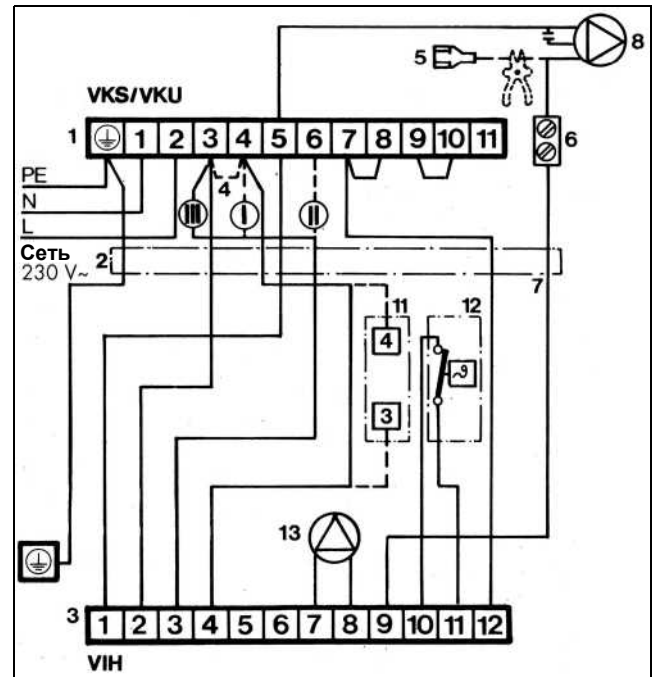

Рис. 4.6 Схема электрических соединений
- Выполнить монтажные соединения между щитком VIH и клеммной колодкой панели управления котла согласно рис. 4.6.
- Подключить, возможно, имеющийся комнатный термостат или термостат с таймером согласно схеме, выделенной на рис. 4.6 штриховыми линиями.